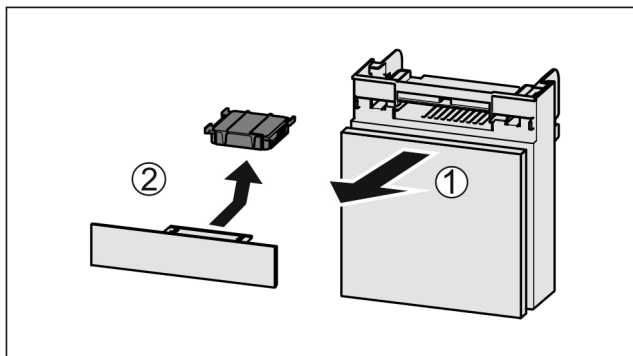

Fig. 83
- ▶ Extrageți Fig. 83 (1) compartimentul către înainte.
- ▶ Scoateți Fig. 83 (2) filtrul de cărbune activ.